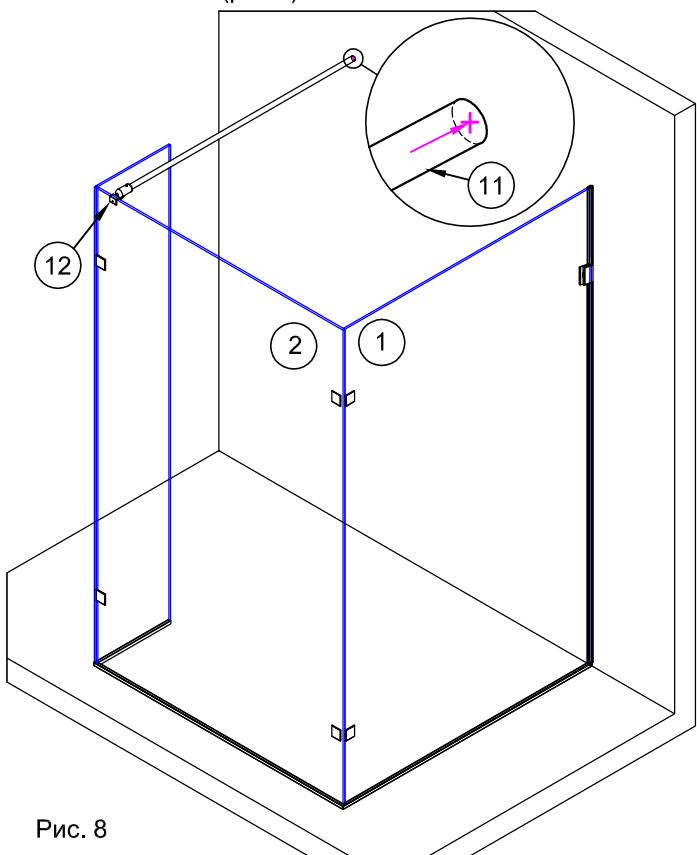

Рис. 8
3.2. Установить собранную штангу на стекло панели №2 (рис.8). Отступ от внешнего угла стела до держателя №12 50 - 100 мм. Временно зафиксировать на стекле держатель стекла, закрутив винт шестигранным ключом.
3.3. С помощью уровня обеспечить горизонтальное положение штанги. На противоположной стене отметить положение оси штанги (рис.8).